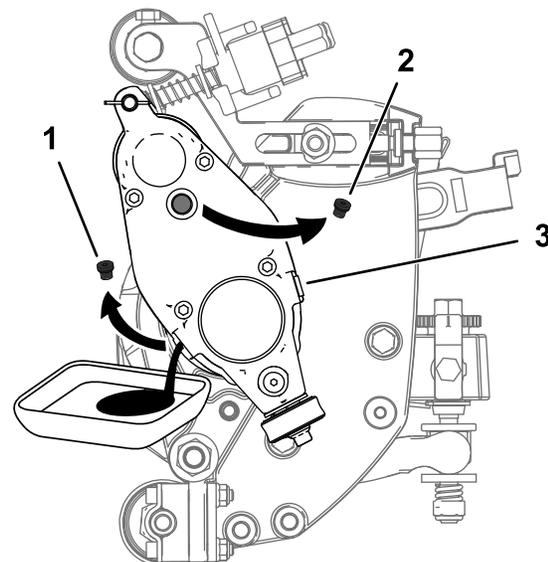

Figura 30
5. Incline a unidade de corte verticalmente até a porta de drenagem estar no fundo para assegurar uma drenagem completa (Figura 30).